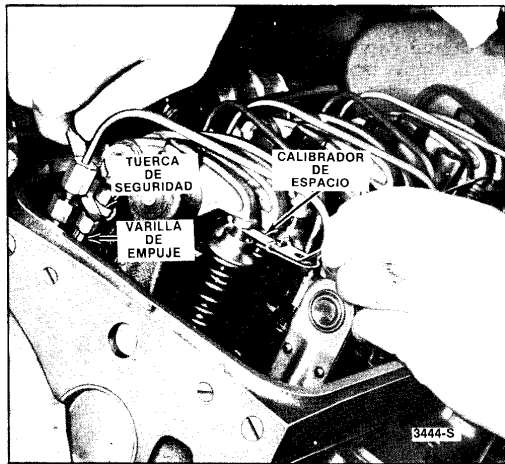

Fig. 1 - Ajustando la tolerancia de la válvula (culata de dos válvulas)
5. Coloque un calibrador de espacio de .013", J 9708 entre el vástago de la válvula de escape y el balancin (Fig. 1). Ajuste la varilla de empuje para tener un jalón continuo sobre el calibrador de espacio.